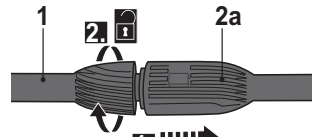

Fig. 6
> Pentru a detașa lancea cu presiune (1) împingeți-o înspre racordul lăncii (2a) (Fig. 6, pasul 1) și răsușiți-o în sens invers acelor ceasului pentru a o detașa (Fig. 6, pasul 2).